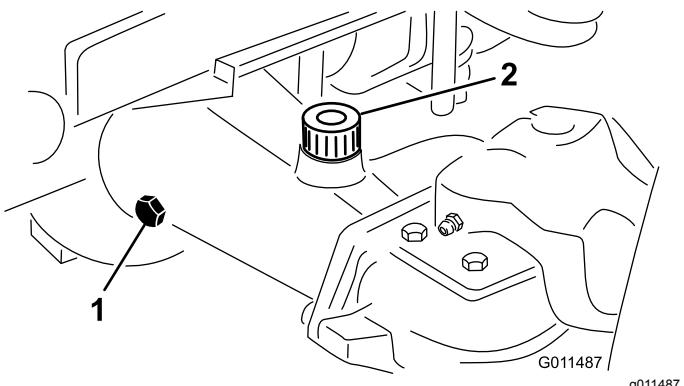

Figura 16
- Togliete il tappo di controllo da un'estremità del ponte (Figura 16) e verificate che il lubrificante raggiunga la base del foro. Se il livello è basso, togliete il tappo di riempimento (Figura 16) e rabboccate con lubrificante finché non raggiunge la base del foro del tappo di controllo.